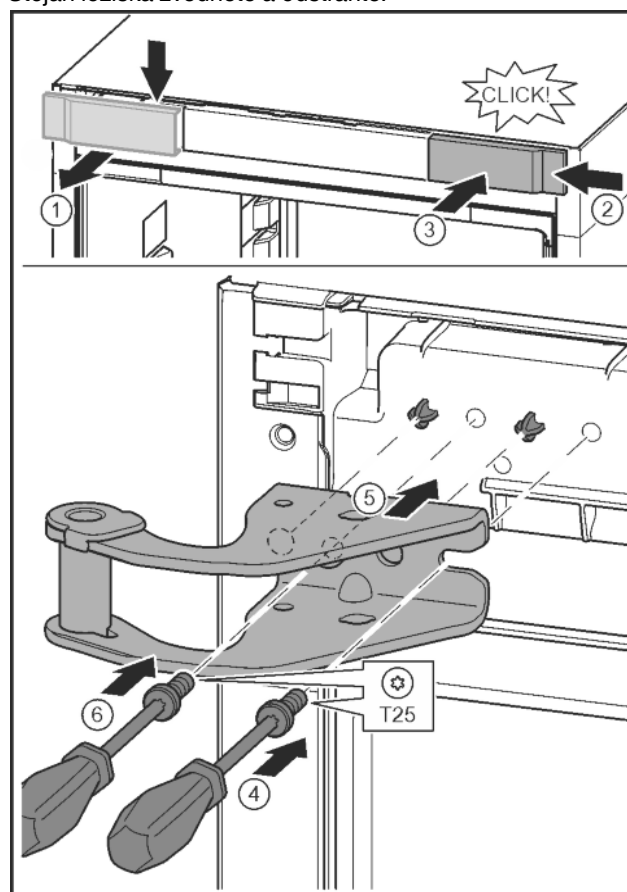

Fig. 15
- Kryt uvolněte a sejměte do strany. Fig. 15 (1)
- Kryt otočený o 180° zavěste na druhé straně zprava. Fig. 15 (2)
- Zaklapněte kryt. Fig. 15 (3)
- Šroubovákem T25 nasad'te šrouby. Fig. 15 (4)
- Nasad'te horní stojan ložiska. Fig. 15 (5)
- Utáhněte šroub. Fig. 15 (4)
- Šroubovákem T25 vložte šroub a utáhněte. Fig. 15 (6)